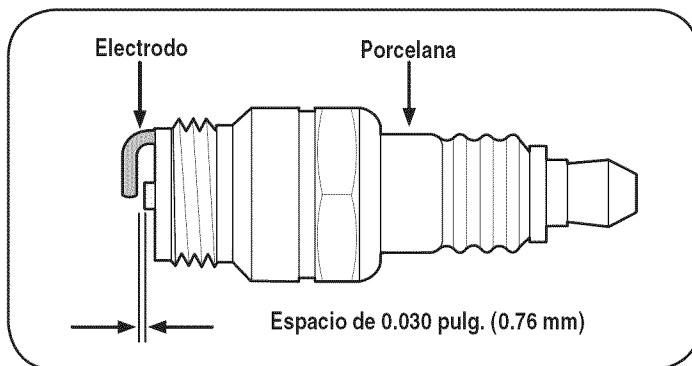

Figura 28
2. Saque e inspeccione la bujía. Verifique la separación para asegurarse de que está fijada en 0.030". Vea la Figura 28.